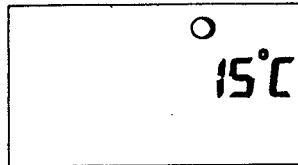
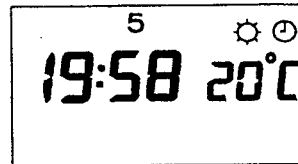

Fig. 4.2
Fig. 4.6
Nattemperaturtasten **O** (8) trykkes ind og på displayet vises den fra fabrikken indstillede temperatur 15° C, se fig. 4.2. Hvis De ønsker at ændre denne temperatur, skal De se i afsnit 4.3. Hvis De ikke ønsker at ændre rumtemperaturen sa tryk på en af tasterne (5), (6), (11) eller (12) hvorefter rumtermostaten går tilbage til normalvisning (drift) (fig. 4.6)
**Programmeringstasten Pro** (10) trykkes ind, ændringen bliver registreret og displayet går tilbage til normalvisning (drift), se fig. 4.6.
I displayet vises driftforløbet med tid, se fig. 4.6.